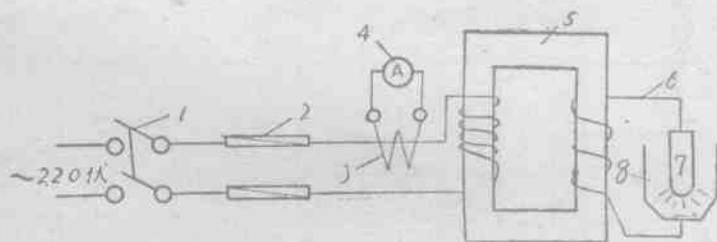

图 1 供电系統示意图
- 附图 1 化鉄爐总图
錦州鉄合金厂的四十仟伏安簡易电爐的供电系統非常簡單。如图 1 所示：电流通过刀形开关由 220 伏或 380 伏电压向爐